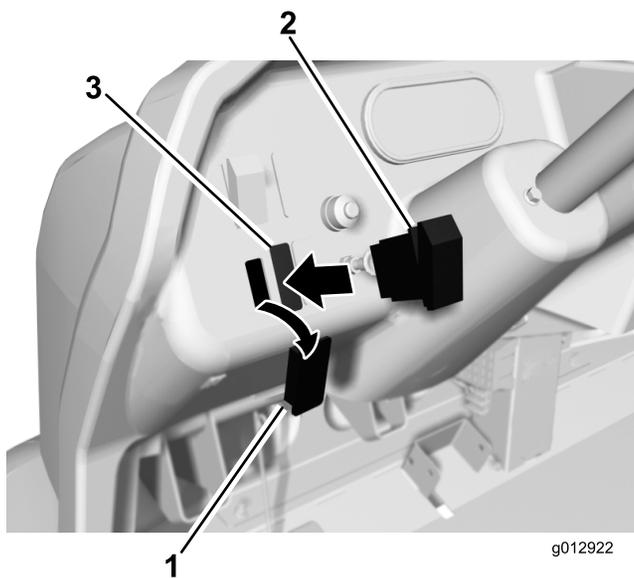

Figura 3
7. Rimuovete il tappo da uno dei fori di montaggio dell'interruttore sul lato sinistro del cruscotto (Figura 3). Potete utilizzare uno qualsiasi dei fori non già impegnati.
8. Inserite l'interruttore nel foro sul cruscotto fino a sentire lo scatto che ne indica il corretto posizionamento (Figura 3).
9. Attaccate la decalcomania sul pannello di controllo, vicino all'interruttore (Figura 3).